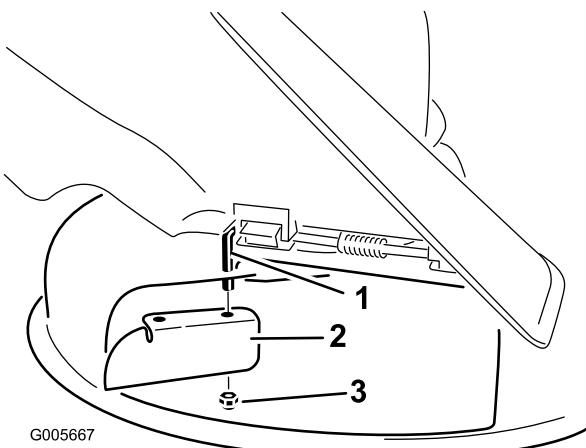

Figure 10
2. Montez le déflecteur d'ouverture sur la tige de pivot exposée (Figure 10). Utilisez l'écrou mince (3/8 pouce) existant pour fixer le déflecteur au plateau de coupe.